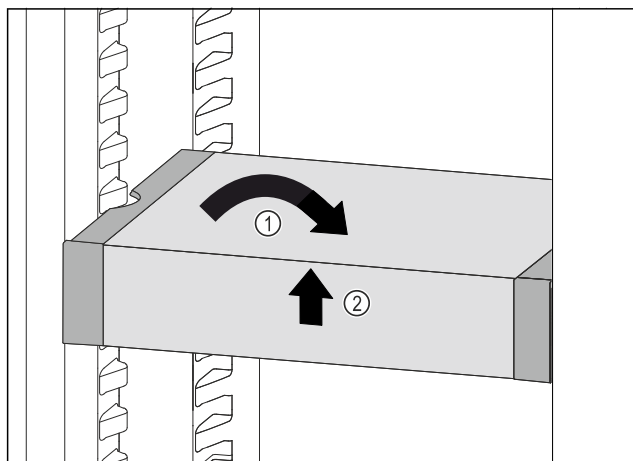

Fig. 60
- ▶ Ispravite VarioSafe. Fig. 60 (1)
- ▶ Podignite sprijeda VarioSafe. Fig. 60 (2)